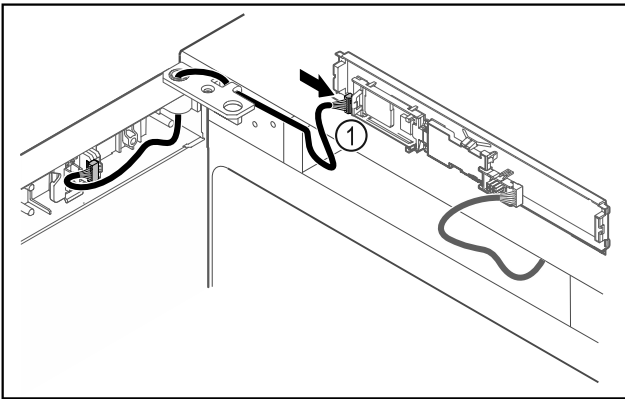

Fig. 45
- ▶ Připojte zástrčku Fig. 45 (1) na desku.